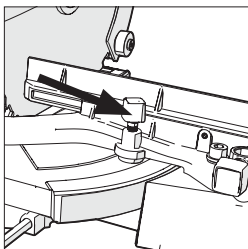

Fig. 20
- Slăbiți șurubul de blocare a unghiului (Fig. 20) rotindu-l în sens antiorar.